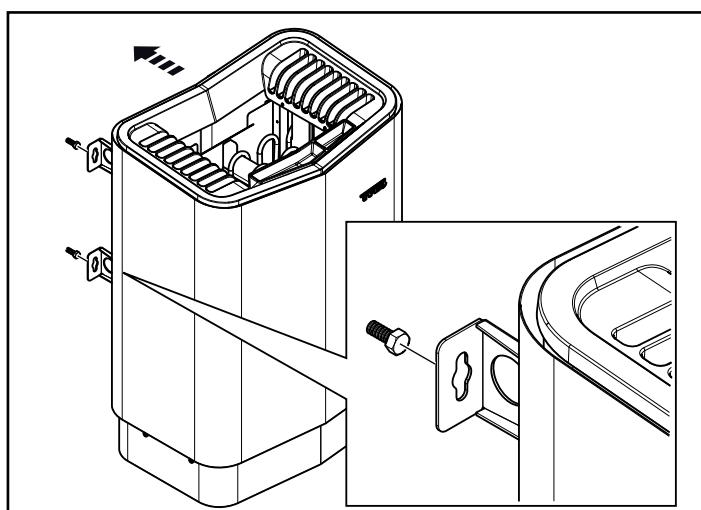

Fig 19: Häng upp aggregatet
1. Häng upp aggregatet på skruvorna se Fig 19.